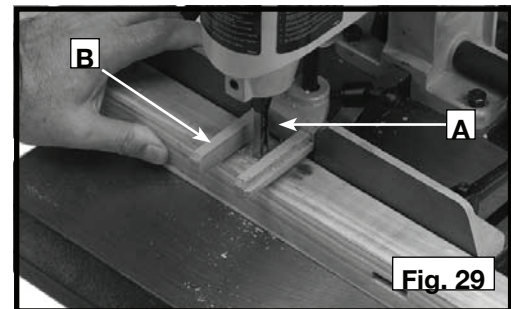

Fig. 29
2. Una típica ilustración de corte de mortajas se muestra en la Fig. 29. Observe que la abertura (A) del cincel está hacia la derecha. Mueva la pieza de trabajo de izquierda a derecha en los cortes subsiguientes para permitir que las astillas salgan libremente.